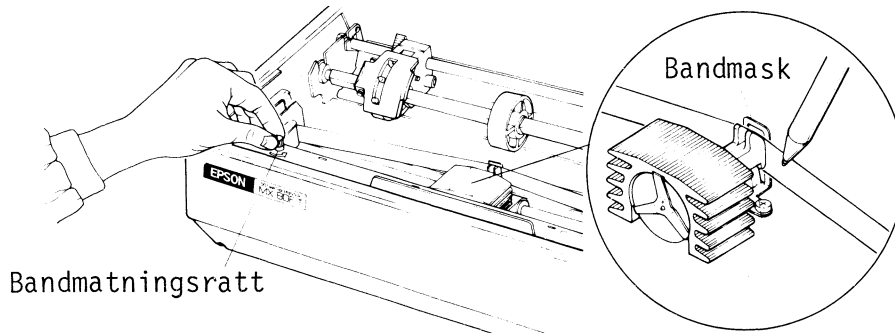

Fig 2.5 Färgband i rätt läge
- 4) Placera bandet försiktigt och i rätt läge mellan skrivhuvudets nos och bandmasken. Se fig 2.5.